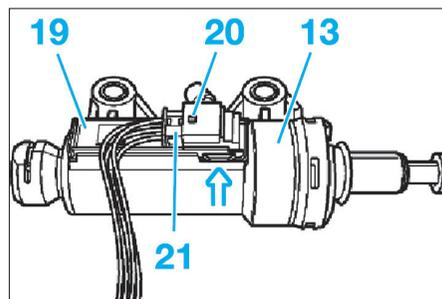

Fig. 19
- Dégager le contacteur d'embrayage (19) du cylindre émetteur (13) avec un tournevis (au niveau de la flèche) (Fig.19).
- Débloquer le connecteur (20) et débrancher la fiche (21) du contacteur d'embrayage (19).